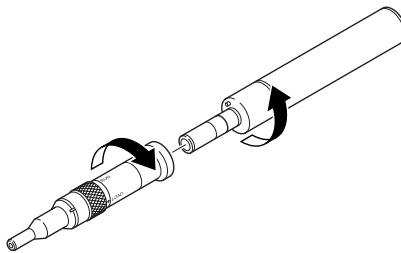

Figura 1. Instalación del acoplamiento
1. Instale el acoplamiento sobre la pieza de mano con un movimiento giratorio hasta que quede bien «encajado» en su lugar. Véase la figura 1.